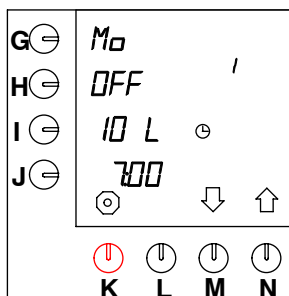

Fig. 34 Impostazioni preprogrammate (inattive)
Sono preprogrammate 14 "impostazioni orarie" per tutti i giorni della settimana. Non appena tali valori vengono attivati mediante la procedura seguente, diventano attivi e visibili solo in modalità utente. Le impostazioni possono essere tutte configurate come si desidera. Le 14 impostazioni sono configurate sui valori standard (vedere fig. 34):
- Premere il tasto di selezione (N.) $\uparrow$ fino a che sullo schermo viene visualizzato quanto illustrato nella fig. 34